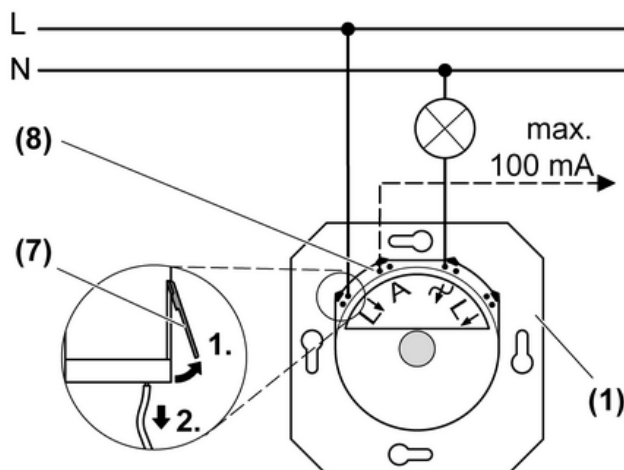

Рис. 2: Схема подключения
(1) Диммер
(7) Подключение соединительного кабеля к клемме с зажимным рычажком
(8) Управляющий выход **A**
- Подключите диммер в соответствии со схемой (Рис. 2)